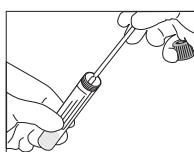

Fig. 1
3. Introduza a zaragatoa no tubo até o ponto de quebra (se existente) atingir o nível da abertura do tubo (Fig. 1).